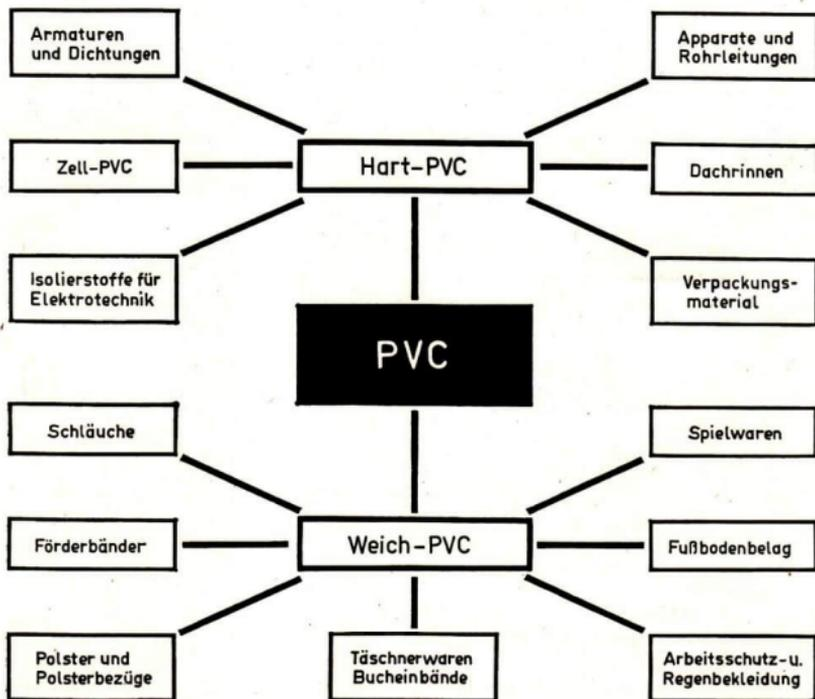

Abb. 9 Einige Verwendungszwecke von PVC
Äthen und Monochloräthen (Vinylchlorid) sind im Normzustand Gase. Durch Polymerisation entstehen aus diesen Verbindungen Stoffe, die als Plaste große Bedeutung haben. Polyäthylen und Polyvinylchlorid und viele andere makromolekulare Polymerisate werden in großem Umfang von unserer volkseigenen chemischen Industrie erzeugt und wegen ihrer hervorragenden Eigenschaften in Industrie und Haushalt vielseitig verwendet (Abb. 9). ①